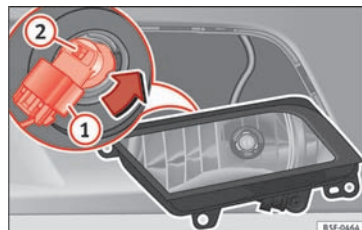

Fig. 106 Tågeforlygte
- Træk stikket » Fig. 106 ① af pæren.
- Drej pæreholderen » Fig. 106 ② mod venstre, og træk i den.